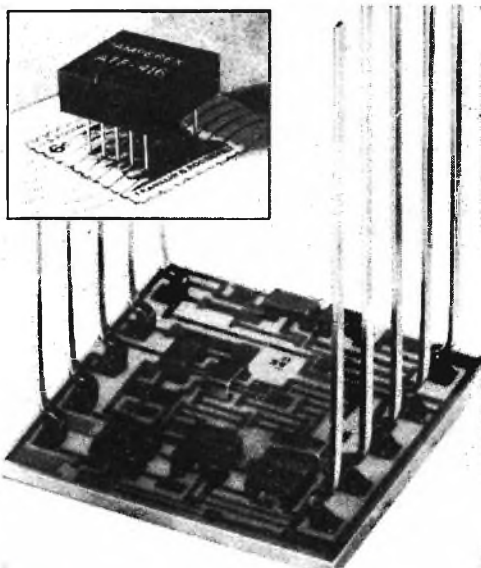

Fig. 3 - Amplificatore video a circuito integrato, con un guadagno di 52 dB dalla c.c. a 10 MHz.
**Prodotti nuovi** - La Amperex Electronic Corporation, distributrice negli U.S.A. dei prodotti Philips, ha realizzato un circuito integrato video ibrido. Destinato per essere usato in registratori a nastro, circuiti video, comparatori, amplificatori a larga banda, strumenti a frequenza selettiva e filtri attivi, la nuova unità, illustrata nella *fig. 3*, è stata costruita con semiconduttori a basso rumore LID, con processo a pellicola sottile. Denominato ATF-416, il dispositivo offre un guadagno di circa 52 dB dalla c.c. a 10 MHz. La sua larghezza di banda, con un carico di 1.000  $\Omega$  e 20 pF, è di 8 MHz. La sezione d'entrata del dispositivo è un amplificatore differenziale a tre stadi ad accoppiamento diretto e la sua uscita è un amplificatore c.c. a due stadi. Questa composizione consente al progettista di usare il circuito sia come amplificatore diretto a larga banda, sia come unità con larghezza di banda controllata.